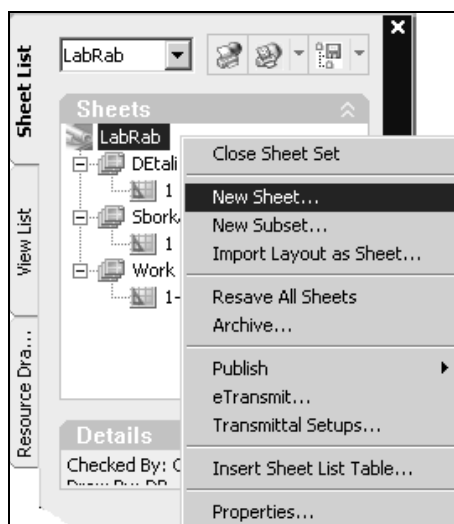

Рис. 20.16. Вызов команды создания нового листа в подшивке
1. Щелкните правой кнопкой мыши на имени подшивки в диспетчере подшивок и выберите из появившегося контекстного меню строку **New Sheet** (Новый лист) (рис. 20.16).